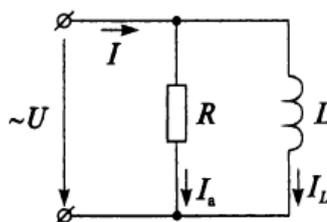

Рисунок 4
14. Разветвленная RL-цепь (рис. 4) имеет параметры: напряжение, приложенное к цепи  $u = 24 \cdot \sin \cdot 1000t$ ; активное сопротивление 5 кОм; индуктивное сопротивление 1 кОм. Вычислить ток, протекающий в неразветвленной части цепи.